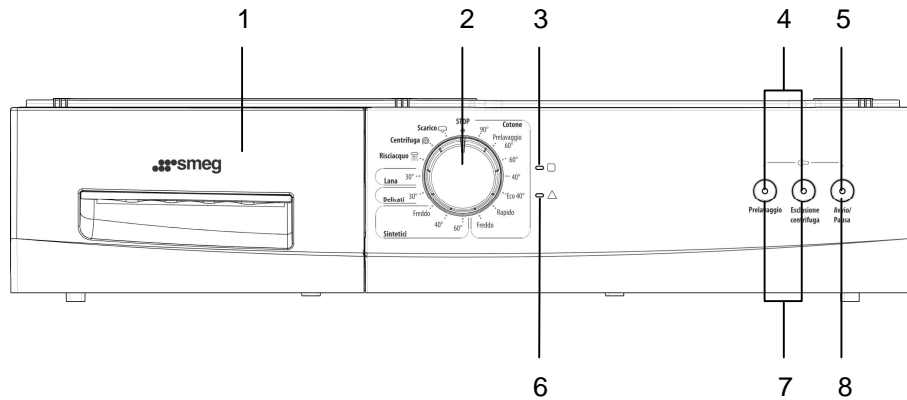

**Fig. 8**
- L'extrémité du tuyau de vidange (crosse de vidange) peut être directement fixée à l'évacuation d'eau (la dimension de la canalisation doit être d'au moins 4 cm, ainsi vous éviterez tout risque de siphonnage) ou à un dispositif spécial installé sur le système d'écoulement du lavabo (il doit être correctement fixé). (fig. 8)